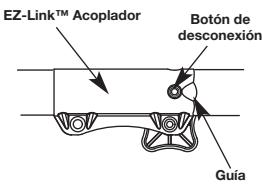

Fig. 1
- Para aflojarlo, gire el botón en el sentido opuesto al de las manecillas del reloj (Fig. 1).
- Oprima y sostenga oprimido el botón de liberación (Fig. 1).
- Apriete el botón girándolo hacia la derecha (Fig. 1).
NOTE: La alineación del botón de desconexión con la guía ayuda en la instalación (Fig. 1).